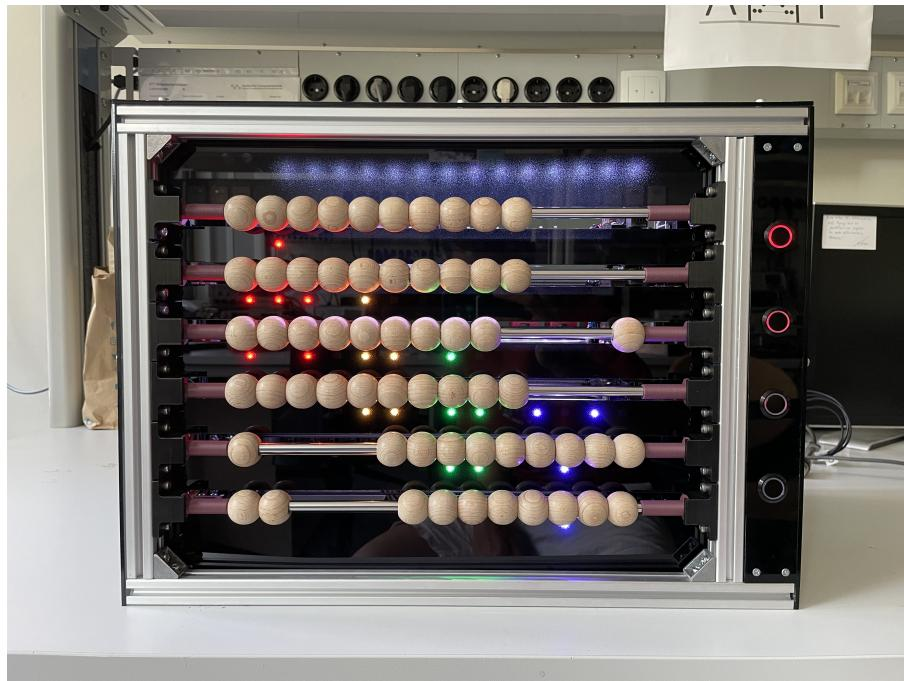

Abbildung 1: Laboraufbau Abby
- Abby (in Abb. 1 dargestellt)